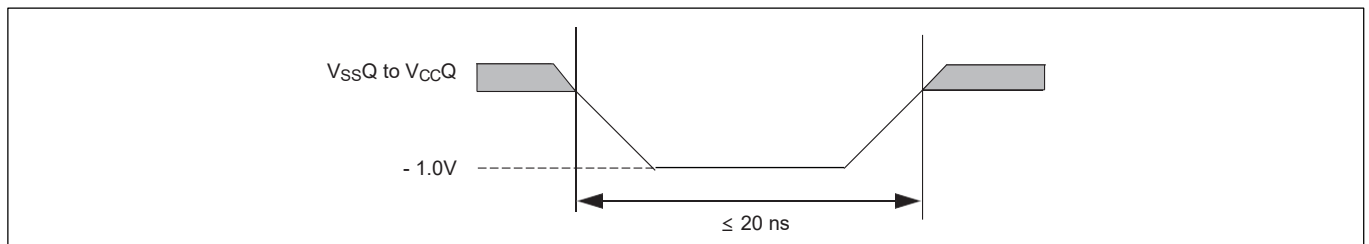
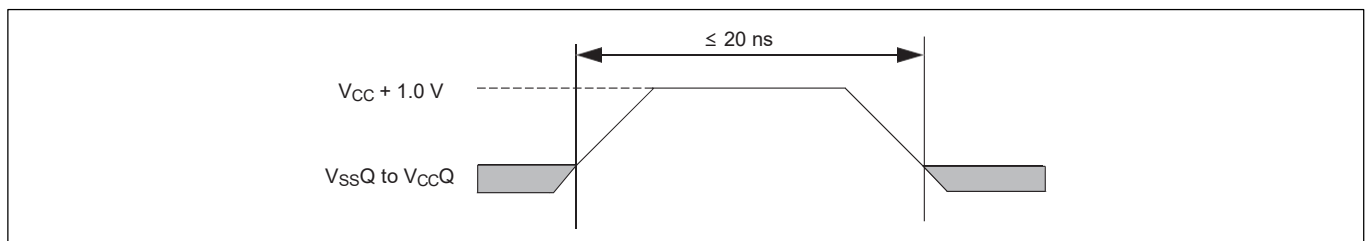

图19 最大负过冲波形
图20 最大正过冲波形
45. 输入或 I/O 信号上的最小 DC 电压为 -1.0 V。在电压转换期间，输入或 I/O 信号可能低于 V_{SS}至 -1.0 V，持续时间长达 20 ns。见 图19。输入或 I/O 信号上的最大 DC 电压为 V_{CC} + 1.0 V。在电压转换期间，输入或 I/O 信号可能高于 V_{CC} + 1.0 V，持续时间长达 20 ns。见 图20。